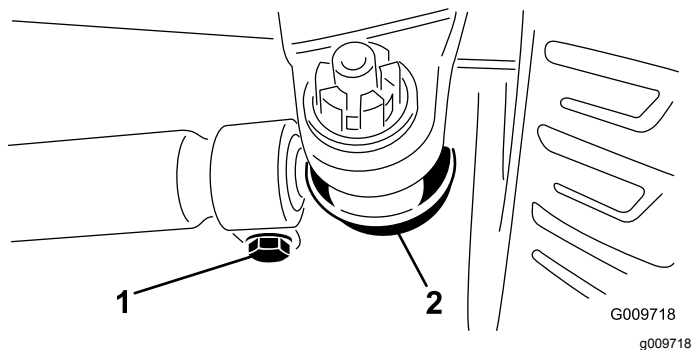

Figura 44
2. Per regolare, togliete la coppiglia e il dado da uno dei giunti a sfera del tirante (Figura 44). Togliete il giunto a sfera del tirante dal supporto della scatola del ponte.
3. Allentate i fermi su entrambe le estremità dei tiranti (Figura 44).
4. Girate di un (1) giro completo, verso l'interno o l'esterno, il giunto a sfera rimosso. Serrate la ghiera dal lato allentato del tirante.
5. Girate l'intero gruppo del tirante nello stesso verso (interno o esterno), di un (1) giro completo. Serrate la ghiera dal lato collegato del tirante.